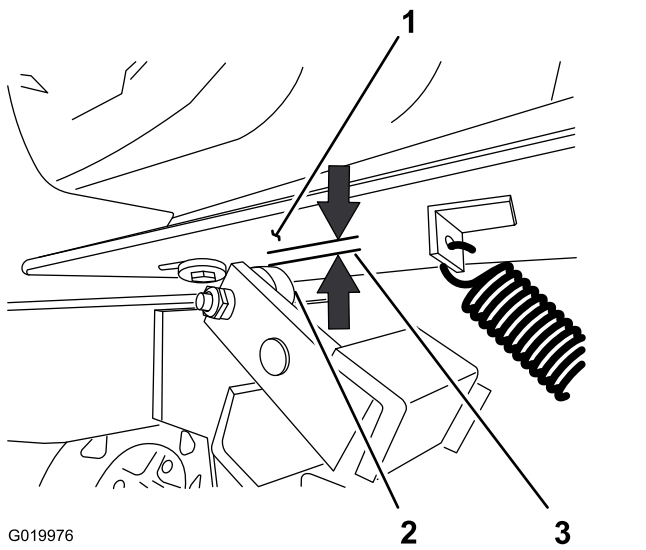

Figure 61
5. Mesurez l'entrefer entre le plancher moteur et le rouleau sur l'embrayage (Figure 61).